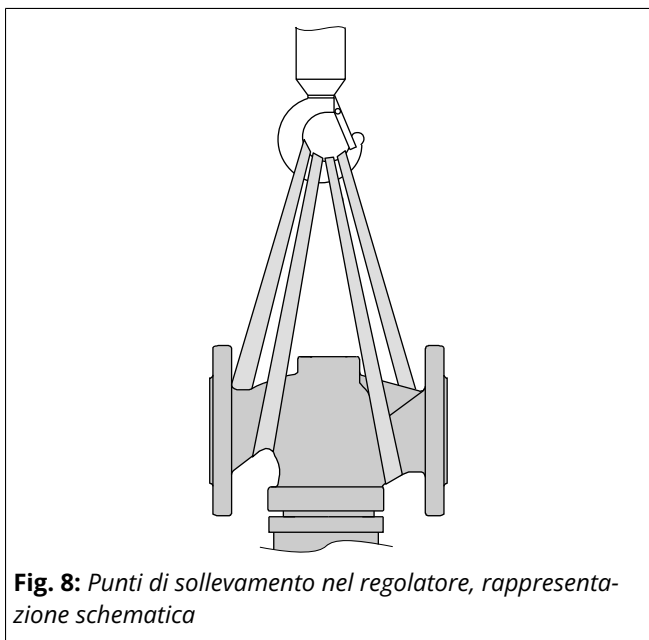

Fig. 8: Punti di sollevamento nel regolatore, rappresentazione schematica
- ⇒ Come mezzo utilizzare un gancio con chiusura di sicurezza, si impedisce così che le imbracature scivolino dal gancio durante il sollevamento e il trasporto, vedi Fig. 8.
1. Attaccare una braca di sollevamento alle flange dell'alloggiamento e al mezzo portante (ad es. gancio) della gru o del carrello elevatore, vedi Fig. 8.